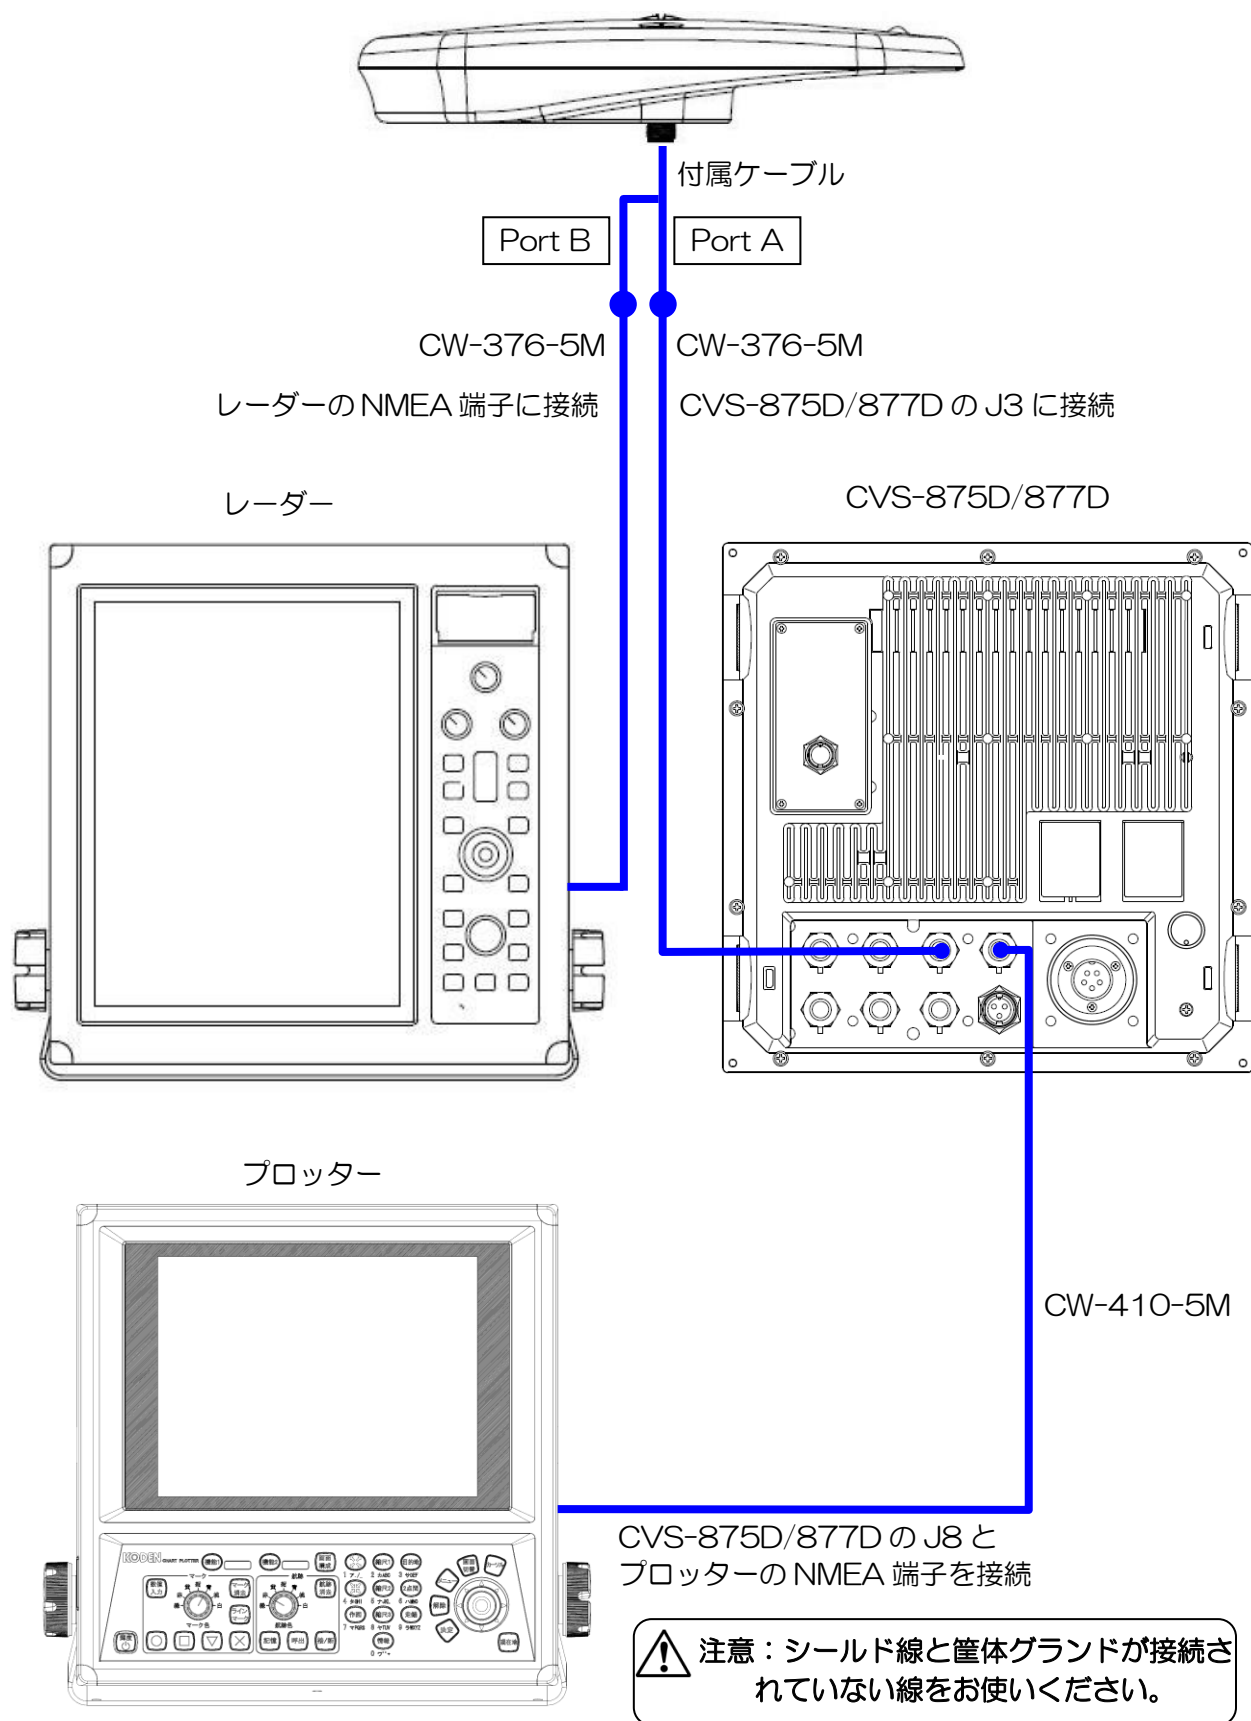
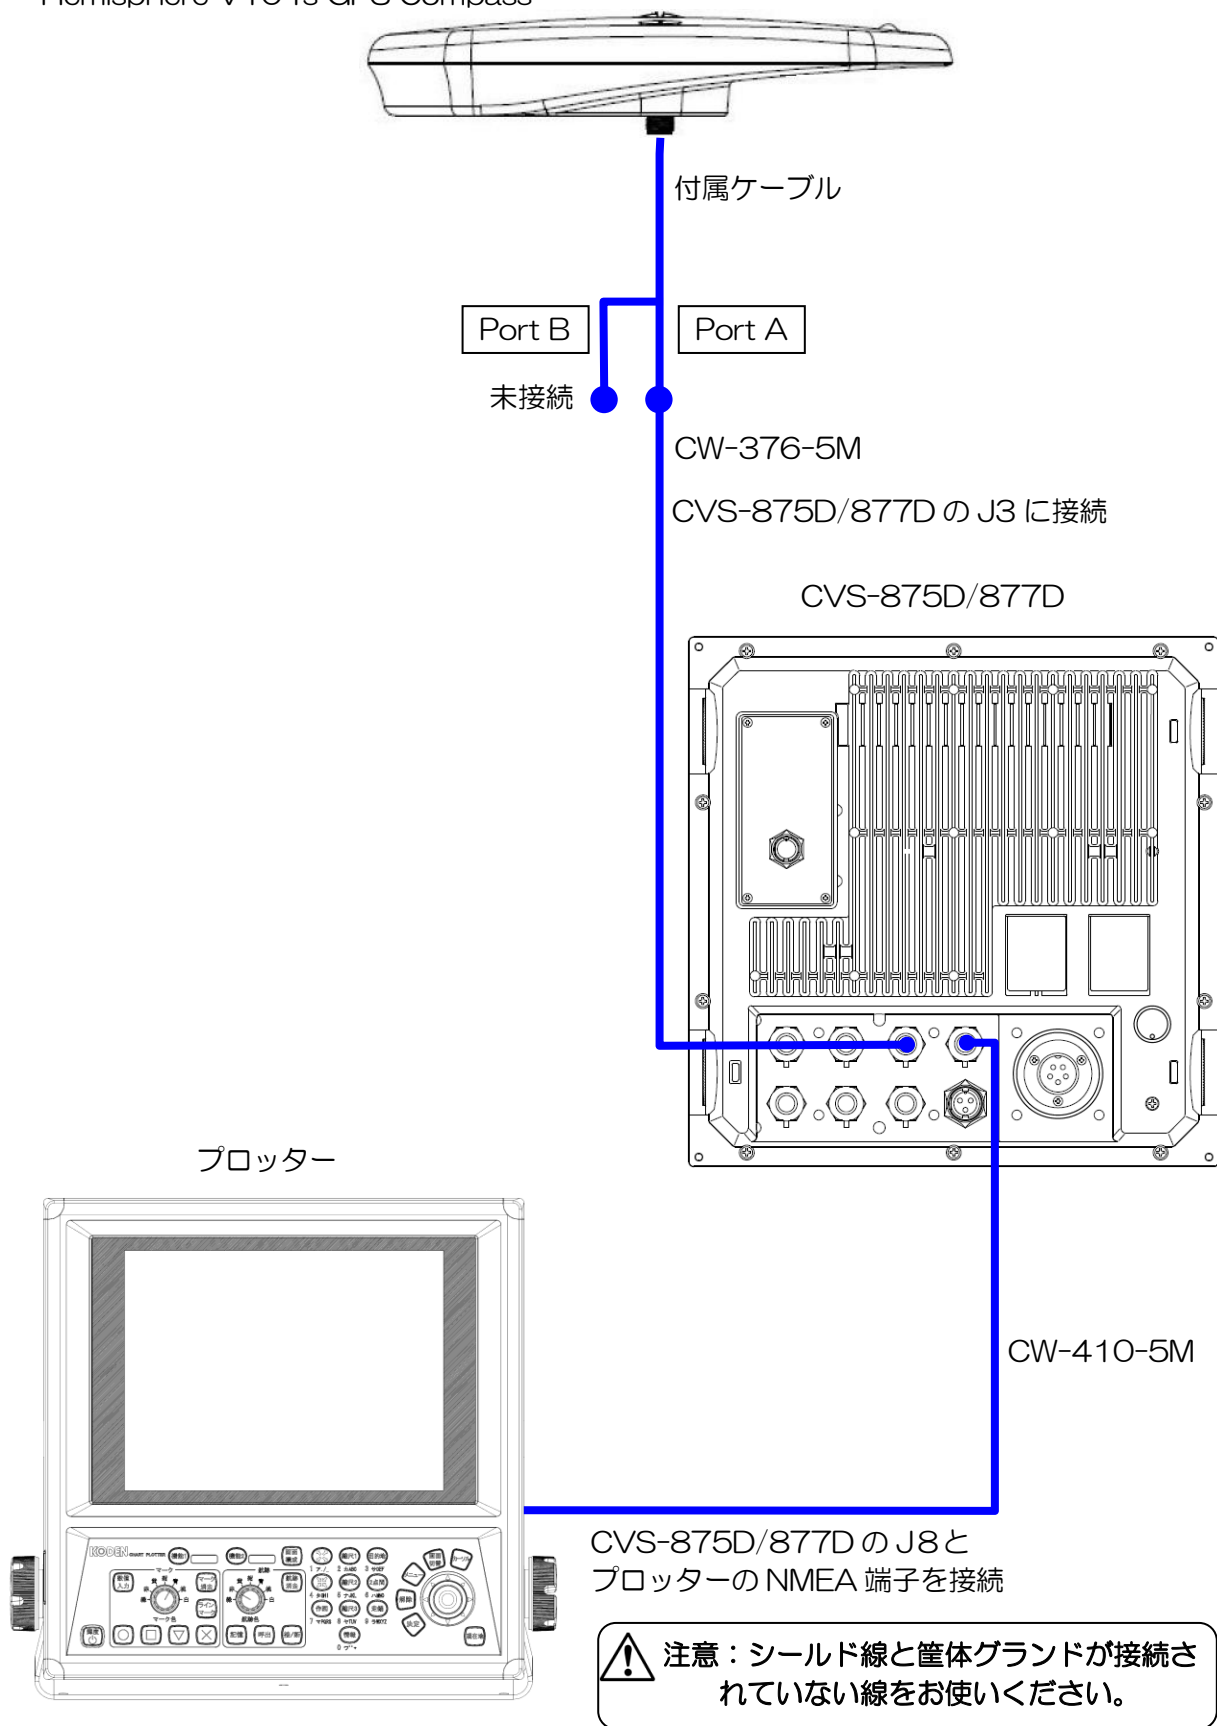

図 1.64 総合接続図 4
図 1.66 総合接続図 6
3) レーダーにも接続し GPS コンパスとして接続する場合は、Port B と半田付けが終了した CW-376-5M をレーダーの NMEA 端子へ接続してください。（図 1.64 総合接続図 4 参照）
それ以外の場合は Port B との接続の必要はありません。（図 1.66 総合接続図 6 参照）
4) 図 1.64 総合接続図 4～図 1.66 総合接続図 6 を参照して、CVS-875D/877D の J8 端子と NMEA で通信する他の機器を接続してください。